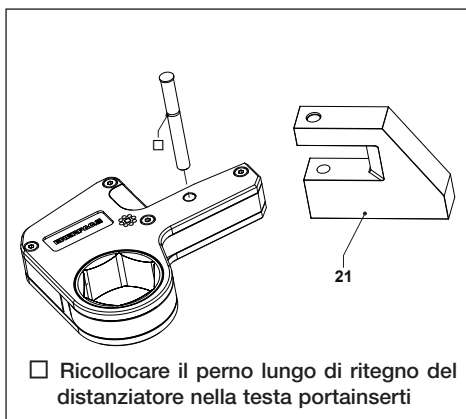

Fig. 7
3.4.1 Per collegare la barretta di reazione della serie WRP (Fig. 7)
- Installare il portainseriti nell'incavo del braccio di reazione WTE esteso (21) allineando i fori nella barretta con il foro nel portainseriti.